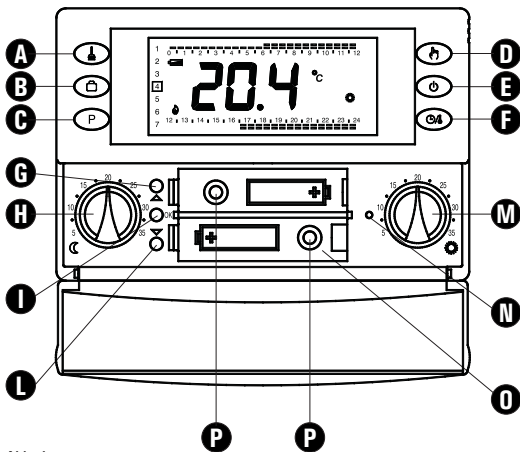

Abb. 1
6. Setzen Sie nun die Batterien in die dafür vorgesehenen Öffnungen (0 in Abb. 1); siehe Kapitel 'BATTERIEN EINSETZEN / WECHSELN'.
1. Öffnen Sie die Klappe des Batteriefaches (Abb. 1).